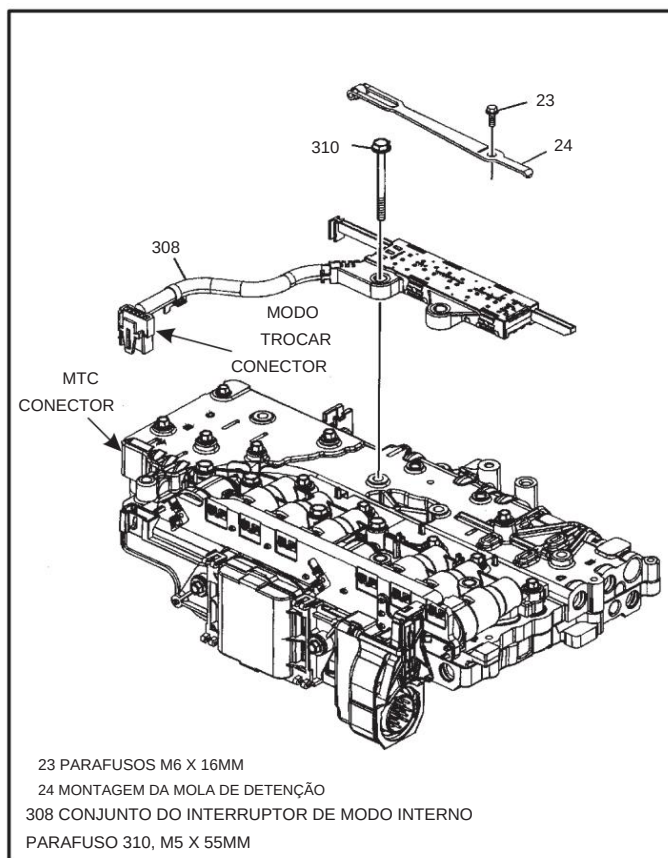

Figura 137
2. Desconecte o conector elétrico do interruptor de modo do corpo do solenóide/TCM, conforme mostrado na Figura 137.
3. Remova o conjunto da chave de modo interno, conforme mostrado na Figura 137.